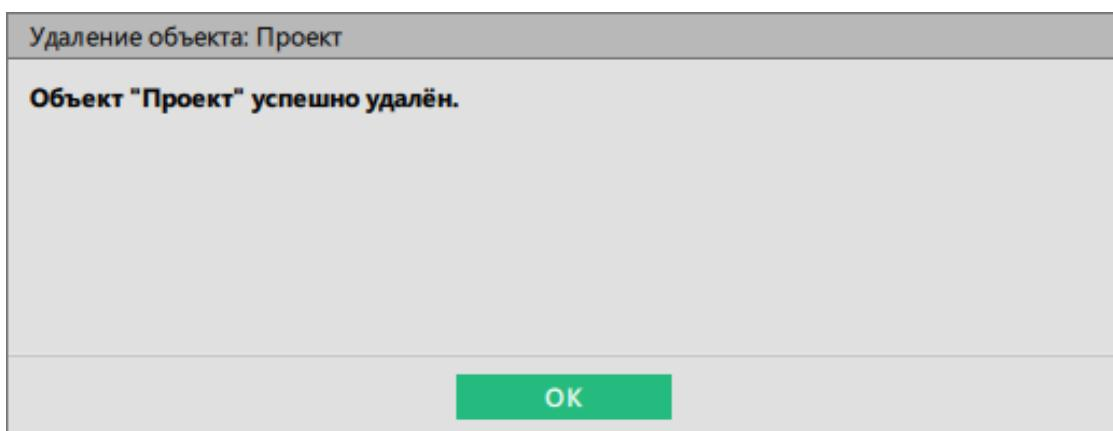

Рисунок 139 - Завершение процесса удаления
3. Дождитесь удаления проекта. После успешного завершения процесса нажмите **OK** (Рисунок 139).